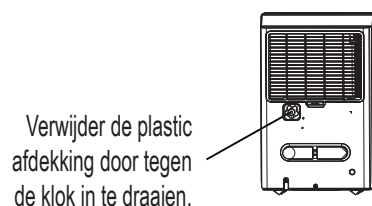
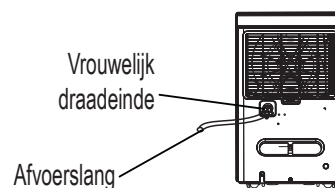

Fig.9
Fig.10
- Verwijder de plastic afdekking van de afvoeruitgang aan de achterkant en plaats het opzij. Plaats hierna de afvoerslang in de afvoeruitgang van het toestel en leid de afvoerslang naar de vloerafvoer of een geschikte afvoervoorziening (zie Fig.9 en Fig.10).